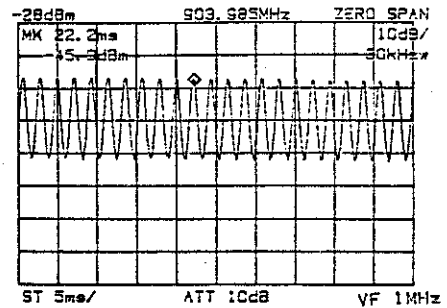

図 5-12 マーカを復調波のピークに置き、その時間表示を読み取る
- ⑨ トリガ・モードをVIDEO に設定します。
- ⑩ 復調波が見やすいように、掃引時間を選択します。
- ⑪ マーカを復調波のピークに置き、その時間表示をメモします (図 5-12)。